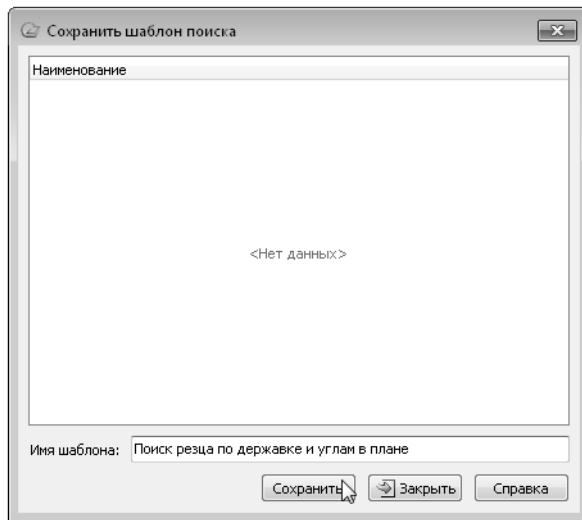

Рис. 5.6.
- 15.10. Нажмите на кнопку **Сохранить шаблон поиска** и введите во вновь открывшемся окне название шаблона **Поиск резца по державке и углам в плане** (рис. 5.6). Нажмите кнопку **Сохранить**. Теперь данный вариант поиска будет храниться в системе, и вы сможете использовать его при необходимости.